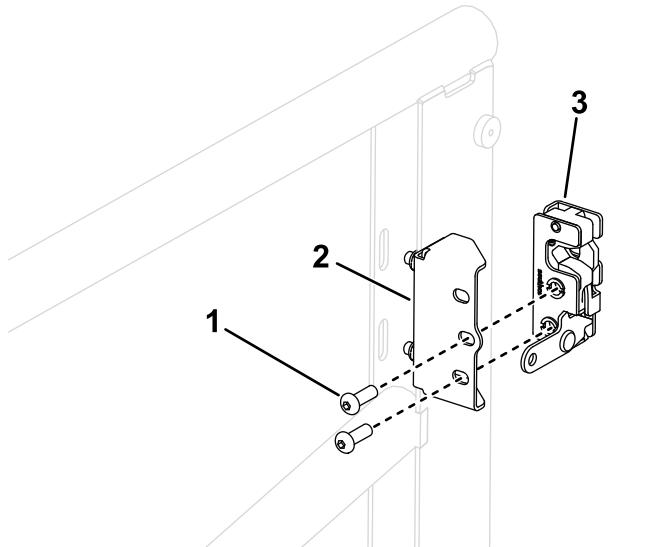

Bild 6
7. Montieren Sie den linken Riegel an der Türriegelhalterung wie in **Bild 6** dargestellt; ziehen Sie die Innensechskantschrauben mit 10 bis 12 N·m an.